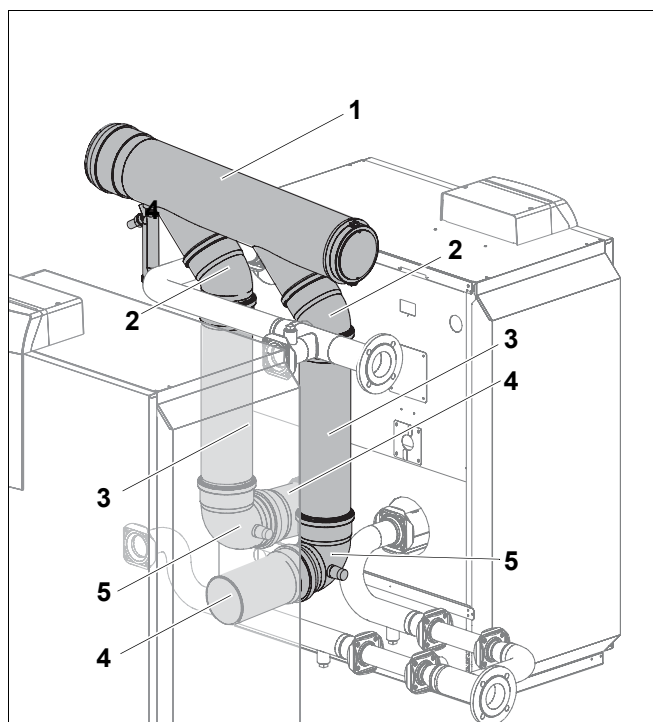

Рис. 9 Монтаж дымовых труб на установке с двумя котлами 400, 480 или 560 кВт
- Смажьте трубы (рис. 9, **поз. 4**) в местах соединений антифрикционной смазкой и вставьте их в предназначенные для них места на обоих котлах.
- Нанесите смазку на отводы 87° (рис. 9, **поз. 5**) в местах соединений и наденьте на трубы (рис. 9, **поз. 4**) (муфтой вверх).
- Нанесите смазку на трубы (рис. 9, **поз. 3**) и установите на установленные ранее отводы 87° (рис. 9, **поз. 5**).
- Нанесите смазку на отводы 45° (рис. 9, **поз. 2**) в местах соединений и наденьте их на два нижних патрубка коллектора дымовых газов (рис. 9, **поз. 1**).
- Наденьте отводы 45° (рис. 9, **поз. 2**) коллектора (рис. 9, **поз. 1**) на установленные ранее трубы (рис. 9, **поз. 3**).